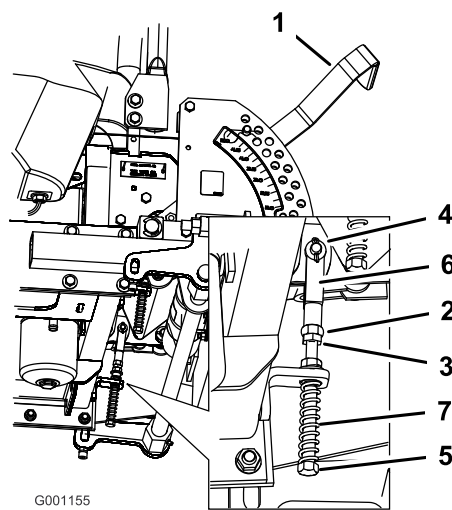

Figure 67
8. Si un réglage s'impose, desserrez l'écrou et l'écrou de blocage (Figure 67).
9. Appliquez une légère pression à l'arrière du levier, et tournez la tête du boulon de réglage dans le sens voulu pour centrer le levier à la position de verrouillage du point mort (Figure 67).
10. Serrez l'écrou et l'écrou de blocage (Figure 67).